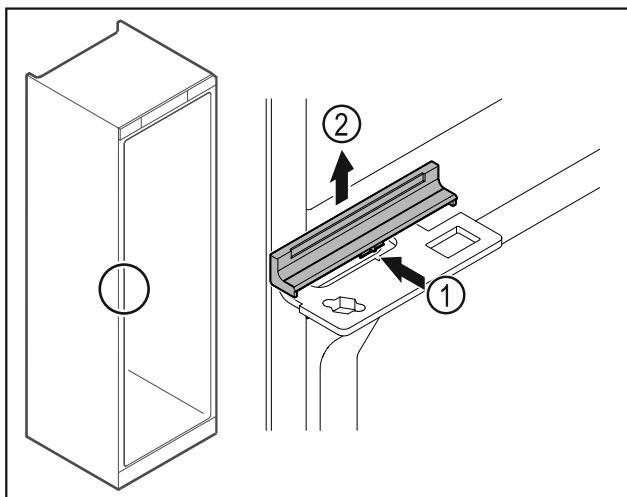

Fig. 42
- ▶ Πιέστε το κάλυμμα Fig. 42 (1) ελαφρά στο κέντρο και αφαιρέστε το προς τα επάνω Fig. 42 (2).